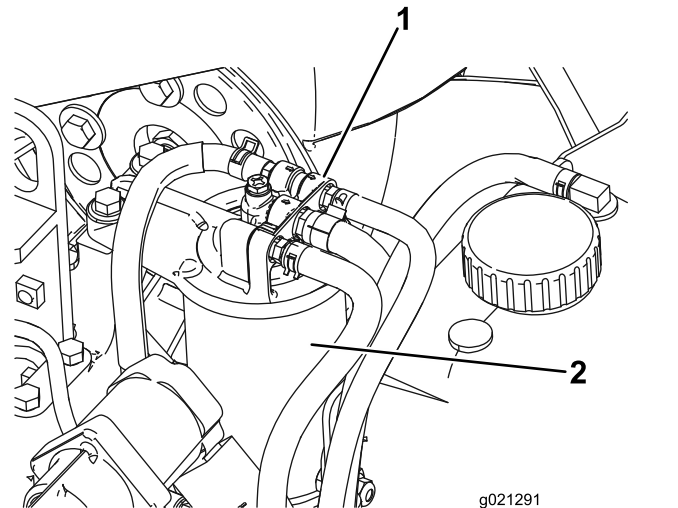

Bild 80
1. Reinigen Sie den Bereich um den Kraftstofffilterkopf (**Bild 80**).
2. Entfernen Sie den Filter und reinigen die Kontaktfläche (**Bild 80**).